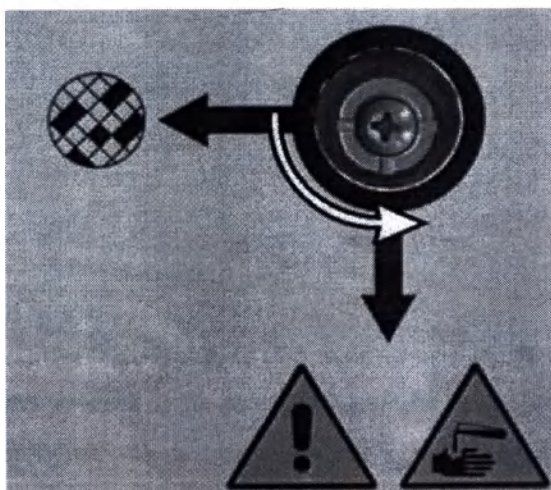

Рисунок 19. Клапан, направляющий пары на задней панели прибора во внешнюю систему
2. Поверните клапан для отведения пара на четверть оборота против часовой стрелки, для прямого попадания испарений. (см. Рисунок 19)